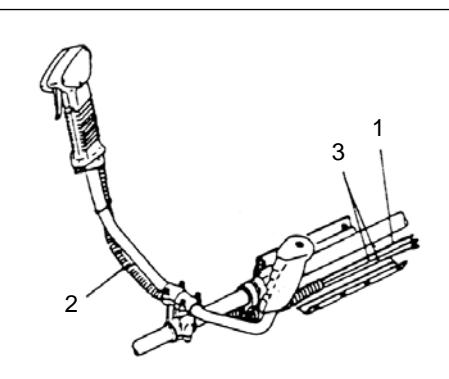

Fig.1-3B
Sett stoppesnoren (3) og gass-stålträden (1) gjennom beskyttelsesrøret (2), deretter hektes høftestøtputen av. (Fig. 1-3B)